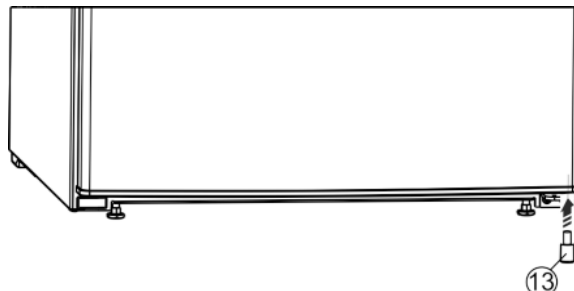

Fig. 8
- Razmačnik Fig. 8 (13) ponovno umetnite desno dolje u vrata jer je on važan za stabilnost uređaja.